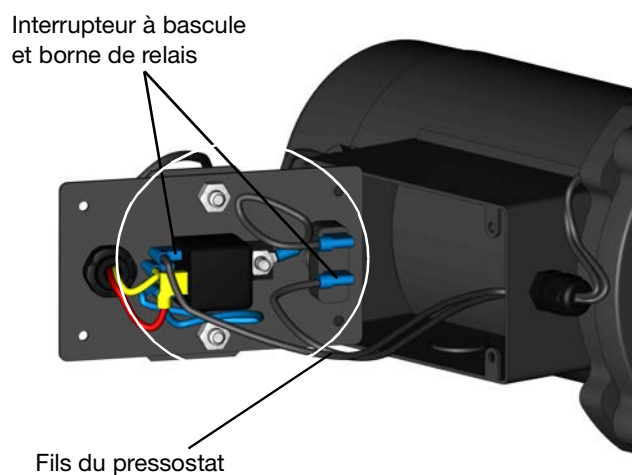

FIG. 19
- Retirez les fils du pressostat de l'interrupteur à bascule et de la borne du relais (FIG. 19).